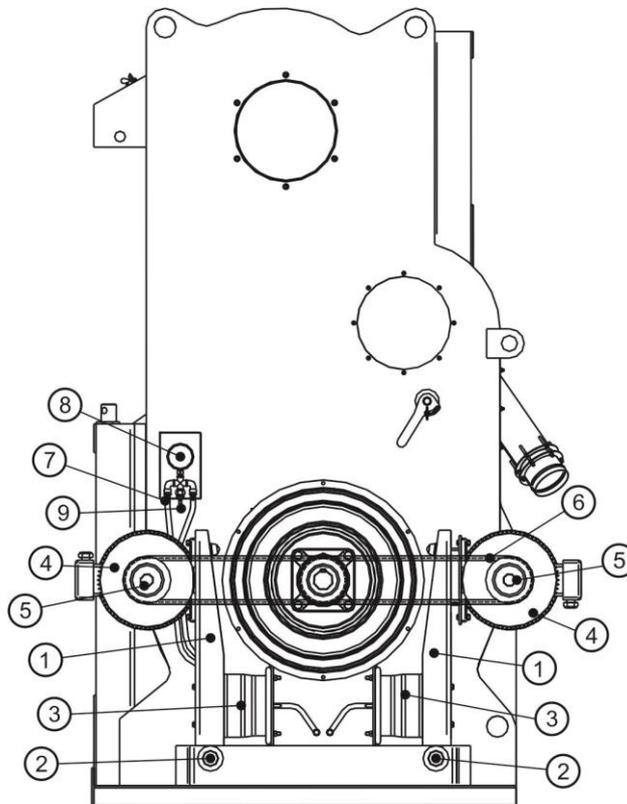

Рис. 5
Адаптивная система натяжения ремней главного привода (АСНР) (Рис. 5) состоит из: двигательных площадок (1), установленных на оси (2), пневмоамортизаторов (3), электродвигателей (4) с ведущими шкивами (5), ремней клиноременной передачи (6), воздушных шлангов (7), манометра (8) для контроля давления воздуха в системе, ниппеля подкачки (9).